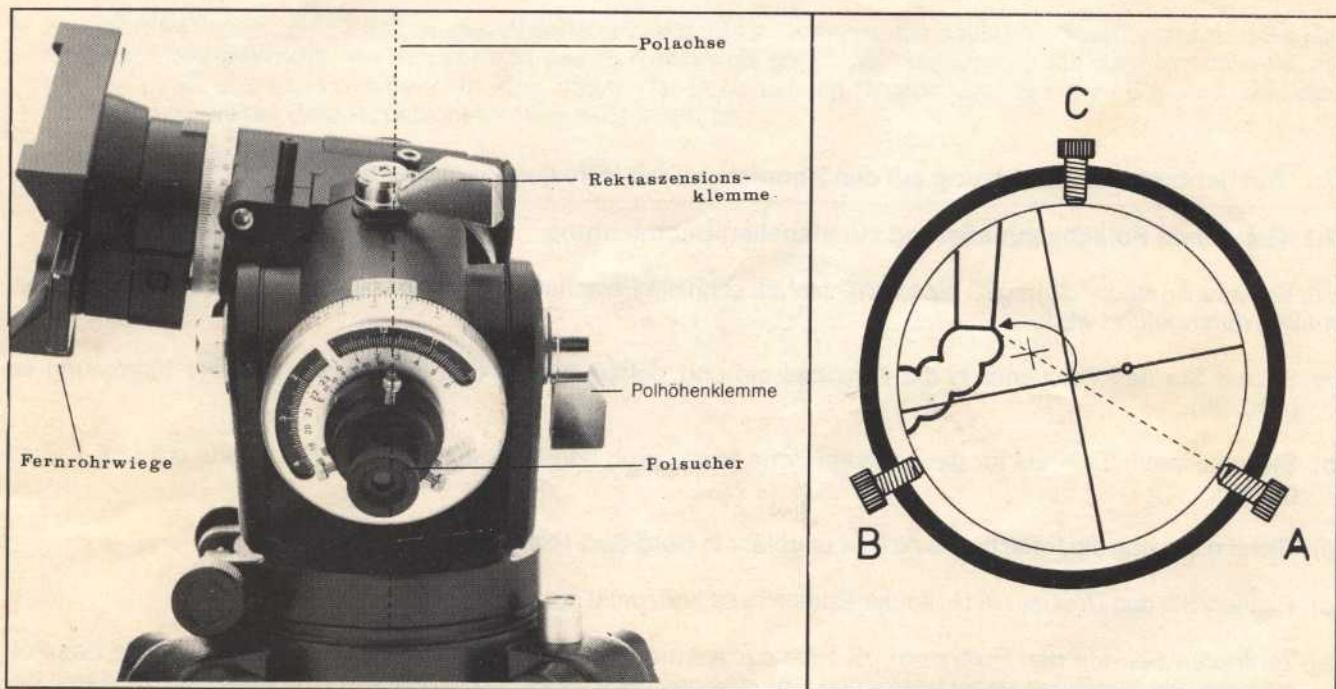

Abb. 40: Fernrohrwiege auf die linke Seite geschwenkt
- Lösen Sie wiederum die Rektaszensionsklemme und drehen Sie die Fernrohrwiege um 180 Grad auf die linke Seite (Abb. 40). Im allgemeinen wird sich das Bild auf einem Halbkreis bewegen. Merken Sie sich die Mitte (+) des Halbkreises.